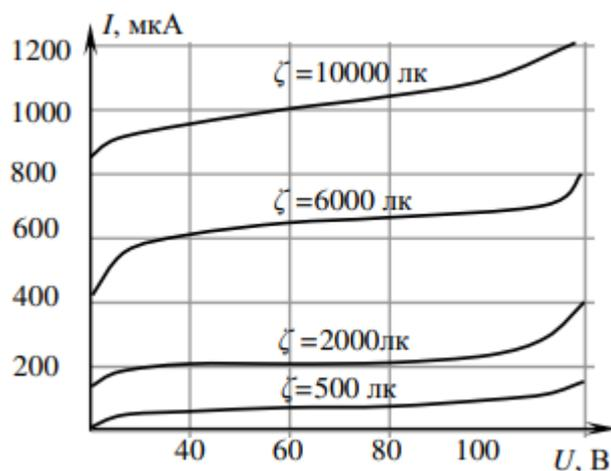

Рисунок 1
7) По вольт-амперным характеристикам фотодиода, изображенным на рис. 1, определить предельное значение сопротивления нагрузки, при котором сохраняется еще фотодиодный режим, если напряжение источника питания $E = 60$ В.